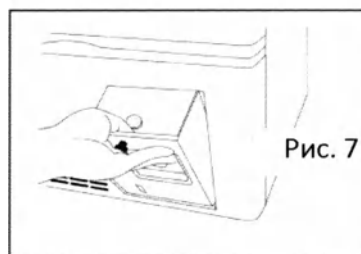

Рис. 7
4. Установите крепежный элемент с регистратором на посадочное место в холодильнике (Рис. 7).